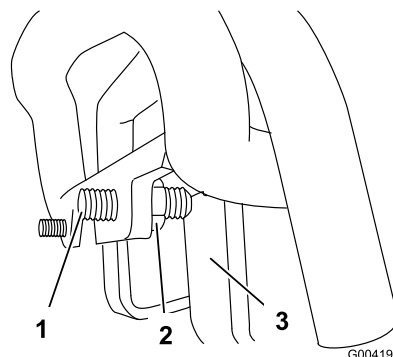

Figura 57
3. Se la macchina devia verso **sinistra**, allentate il controdatto **destra** e regolate la vite di arresto sulla parte anteriore del comando della trazione (Figura 57).
4. Se la macchina devia verso **destra**, allentate il controdatto **sinistro** e regolate la vite di arresto sulla parte anteriore del comando della trazione (Figura 57).